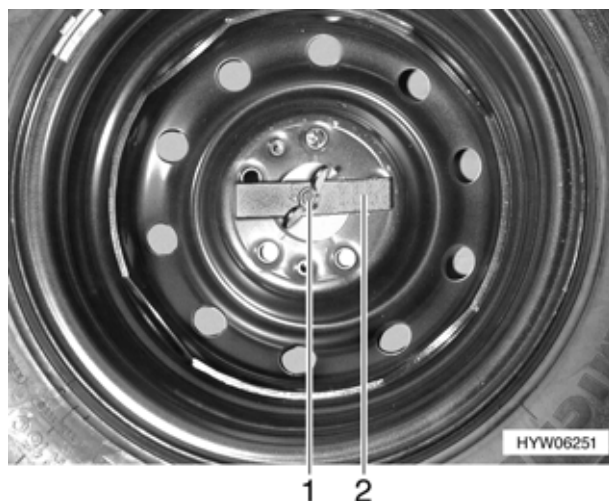

Fig. 176 Ruota di scorta nel gavone di coda (variante 1)
- Svitare manualmente il dado ad alette (Fig. 176,1) e rimuoverlo.
- Rimuovere la barretta di compressione (Fig. 176,2).